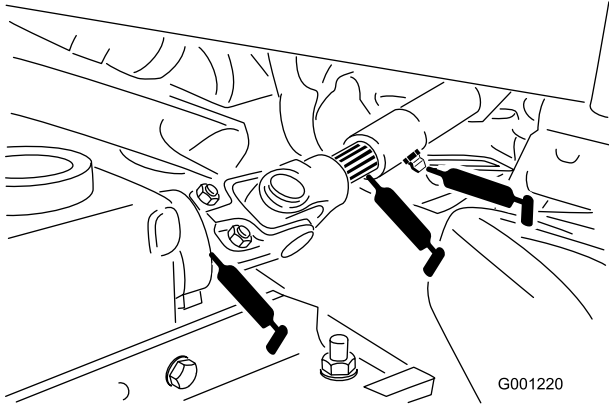

Figure 37
- Arbre à cardan de PDF (Figure 37)